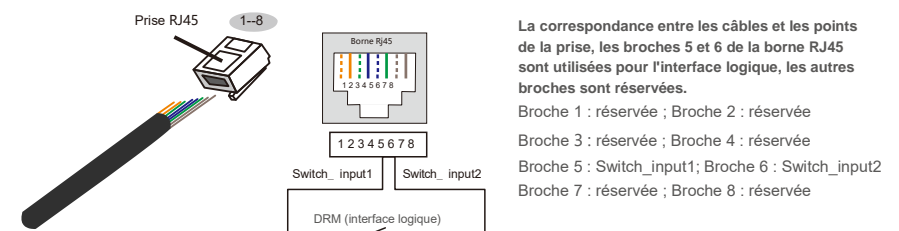

Figure 4.12 Dénudez la couche isolante et connectez le câble à la prise RJ45
2. Utilisez le dénudeur de fils réseau pour dénuder la couche isolante du câble de communication. Selon la séquence de ligne standard de la figure 4.12, connectez le fil à la prise RJ45, puis utilisez une pince à sertir pour serrer le câble réseau.